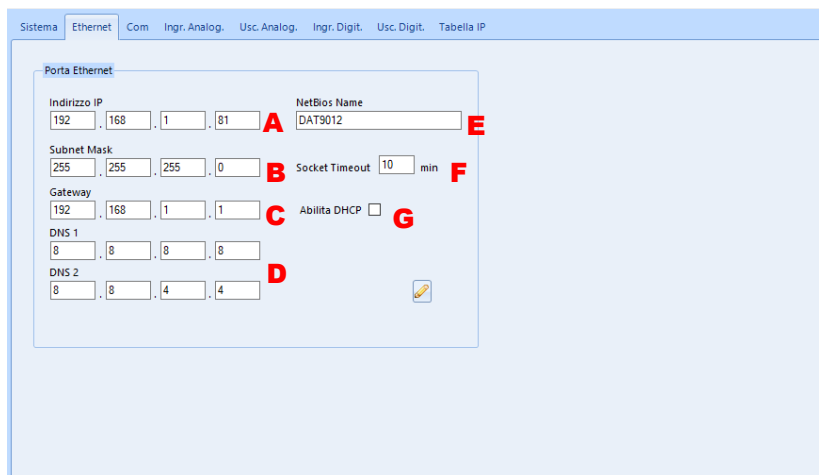

Fig. 6.18
- l'indirizzo IP del dispositivo (Fig.6.18-A)
- la Subnet Mask del dispositivo (Fig.6.18-B)
- Gateway del dispositivo (Fig.6.18-C)
- DNS 1 e DNS 2 del dispositivo (Fig.6.18-D)
- il NetBios Name del dispositivo (Fig.6.18-E)
- il Socket Timeout del dispositivo in minuti (Fig.6.18-F)
- l'abilitazione del DHCP per il dispositivo (Fig.6.18-G)